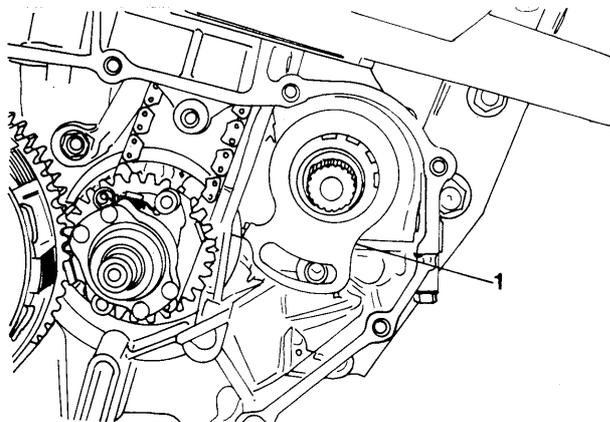

Bild 13
- Den Ausgleichshalter («1» in Bild 13) um einen Teilstrich nach links versetzen.